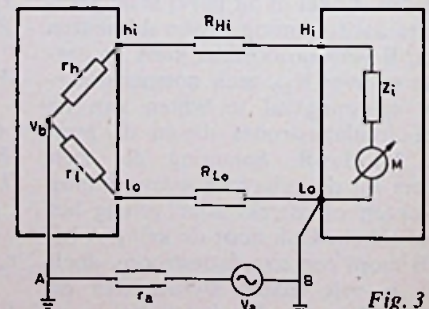

Fig. 3
b. De bron heeft een vlottende uitgang maar ligt toch met een punt aan de massa: bijv. een thermokoppel (fig. 3).